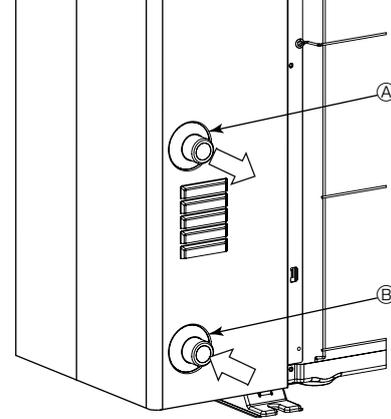

Fig. 5-1
5.1. Su borusu bağlantısı (Fig. 5-1)
- Giriş ve çıkış borularının konumları Fig. 5-1'de gösterilmiştir.
[Fig. 5-1]